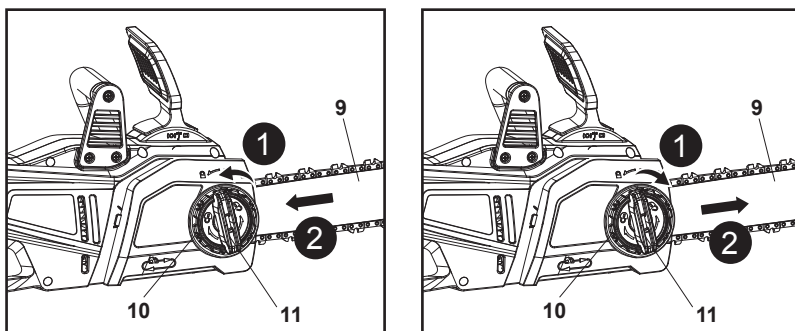

Fig. 8
3. Ajuste a tensão se considerar que a corrente (8) está demasiado solta ou apertada.
4. Desaperte ligeiramente a roda de bloqueio (11) e, em seguida, rode a roda tensora da corrente (10) no sentido anti-horário ou horário para ajustar a guia (9) para a esquerda ou para a direita até que os "elos" da corrente comecem a tocar na extremidade inferior da guia (9); mantenha-a nessa posição (Fig. 8).